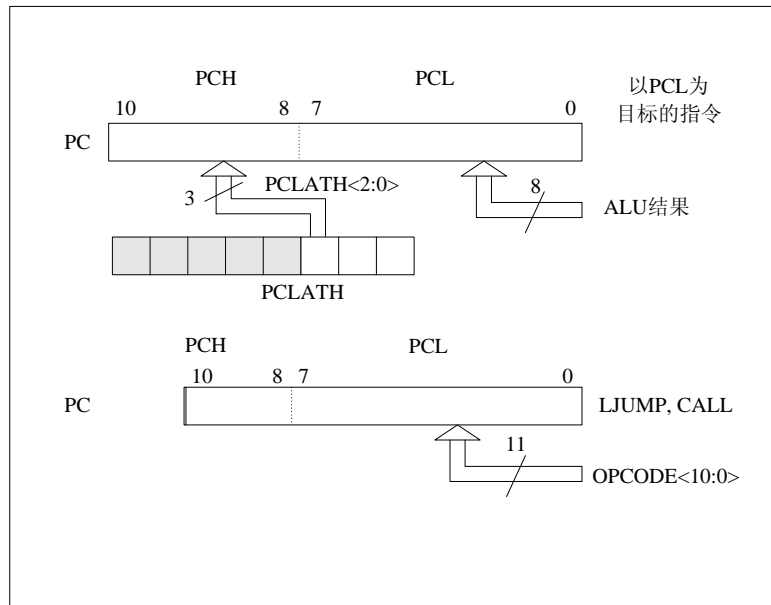

图 2-3: 在不同情况下装载 PC
程序计数器 (PC) 为 11 位宽。其低 8 位来自可读写的 PCL 寄存器，高 3 位 (PC<10:8>) 来自 PCLATH，不能直接读写。只要发生复位，PC 就将被清零。图 2-3 显示了装载 PC 值的两种情形。图 2-3 上方的例子说明在写 PCL (PCLATH<2:0>→PCH) 时是如何装载 PC 的。
YS273HG02 器件具有 8 级深 x11 位宽的硬件堆栈 (见图 2-2 和图 2-3)。堆栈空间既不占用程序存储区空间，也不占用数据存储区空间，而且堆栈指针是不可读写的。当执行 CALL 指令或当中断导致程序跳转时，值 PC 将被压入 (PUSH) 堆栈。而在执行 RET、RTIW 或 RTFI 指令时，堆栈中的断点地址将从堆栈中弹出 (POP) 到 PC 中。PCLATH 不受 PUSH 或 POP 操作的影响。